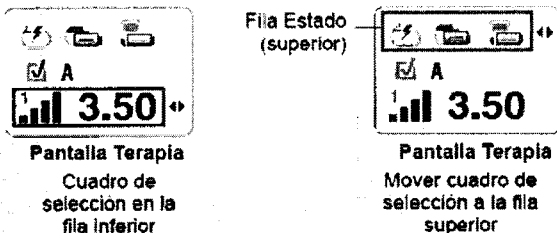

Figura 6.2 Mover el cuadro de selección a la fila superior.
Aparecerá la pantalla **Terapia** (Figura 6.2 en la página 406).
2. En caso necesario, pulse la flecha **arriba**  de la tecla **Navegador** para mover el cuadro de selección a la fila **Estado** (arriba) (Figura 6.2).